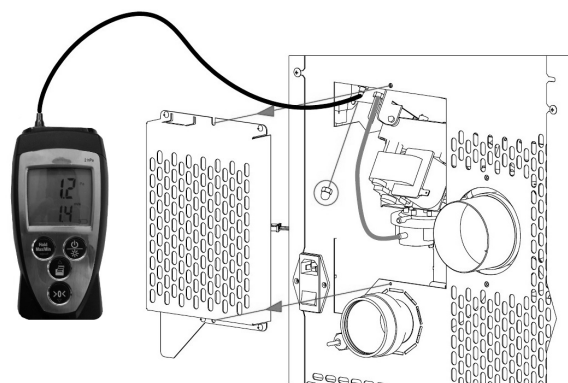

Fig. 77 - Ligação do pressóstato digital
- Ligar com um tubo o pressóstato digital para detetar a depressão (ver **Fig. 77**).